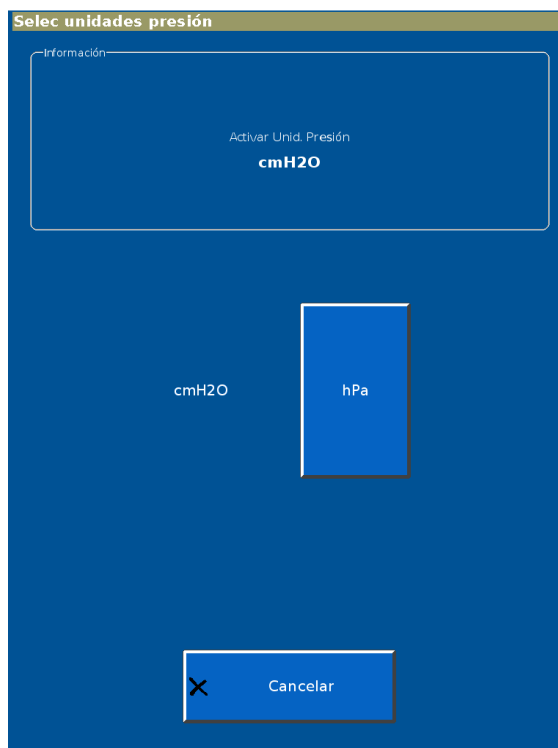

Figura E-6: Pantalla Selec unidades presión
1. En la pantalla **Ajustes del sistema**, seleccione **Unidades presión** para abrir la pantalla **Selec unidades presión** (Figura E-6).